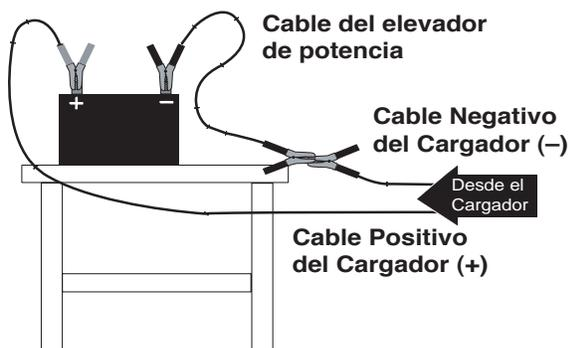

Figura B.5. Conexión fuera del vehículo
2. Revise la polaridad de las terminales de la batería (vea la Figura B.5). La terminal POSITIVA deberá estar marcada como: POSITIVA, POS, + ó P. La terminal NEGATIVA deberá estar marcada como: NEGATIVA, NEG, - ó N.